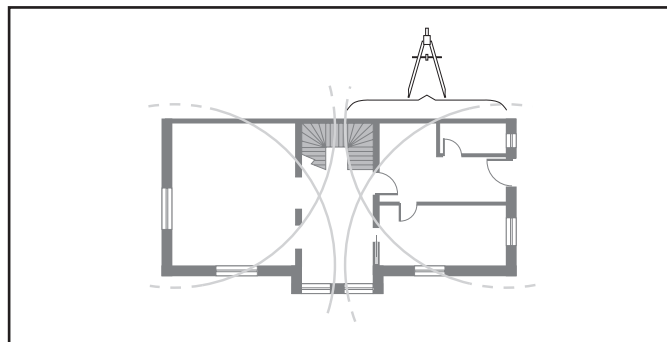

Рис. 3-1: Пример размещения всасывающих розеток.
2. На плане здания из наружных углов следует провести циркулем дуги (радиусом 6 м при применении всасывающего шланга арт. № 242483-001 или 8 м при применении арт. № 242473-001) за вычетом 1 м (рис. 3-1, зеленые линии).